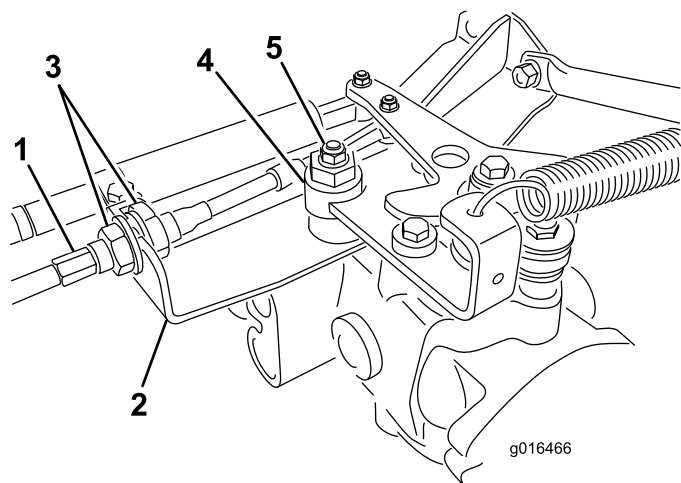

図 43
- A. 走行ケーブルを油圧トランスミッションのバルクヘッドに取り付けているジャムナット 図 43 を両方ともゆるめる。調整ができるよう、ジャムナットは十分に、また均等にゆるめること。
**注** 偏芯ナットをトランスミッション上部に止めているナット図 43をゆるめる。
- E. 調整ができれば固定ナットを締める図 43。
- G. バルクヘッドのそれぞれの側から、ロックナットを均等に締め付けて、ケーブルを固定する図 43。ケーブルをねじらないように注意すること。